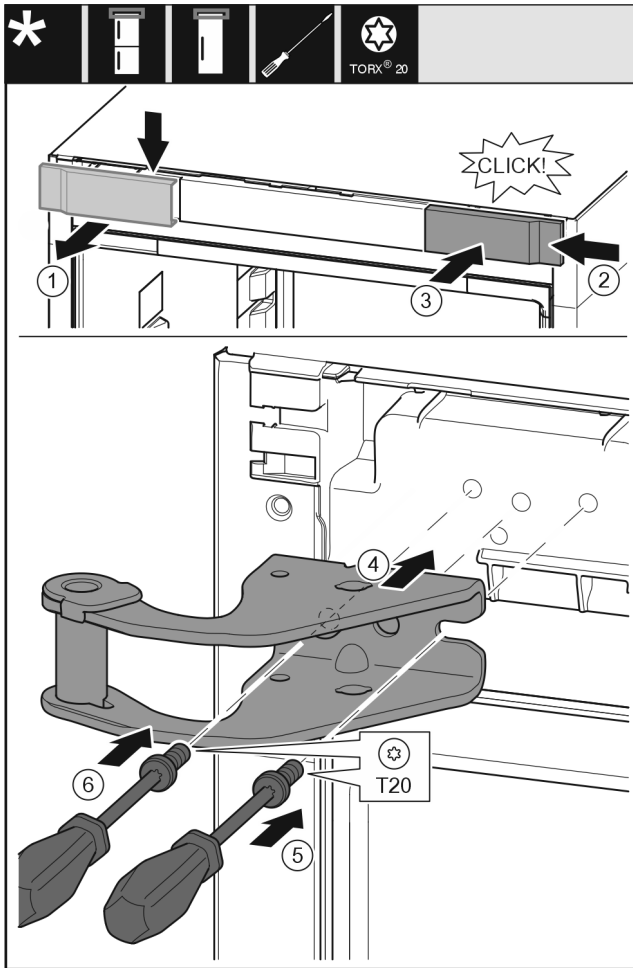

Fig. 12
- Vegye ki felülről az alsó fedelet előrefelé. Fig. 12 (1)
- Akassza be a fedelet 180°-kal elfordítva a másik oldalra jobbról. Fig. 12 (2)
- Pattintsa be a fedelet. Fig. 12 (3)
- Helyezze fel a felső csapágybakot. Fig. 12 (4)
- Helyezze fel és húzza meg a csavart a T20 csavarhúzóval. Fig. 12 (5)
- Helyezze be és húzza meg a csavart a T20 csavarhúzóval. Fig. 12 (6)